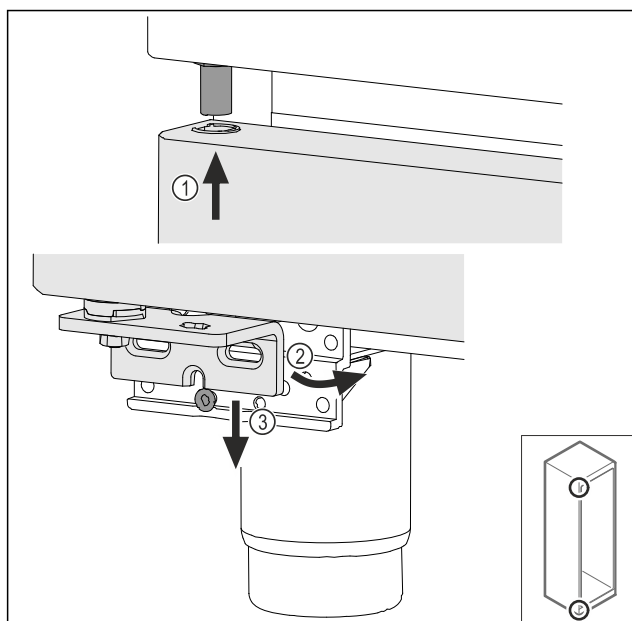

Fig. 47
- ▶ Før døren oppe inn lett vippet Fig. 47 (1), rett ut døren Fig. 47 (2) og sett den på lagerbukkskruen Fig. 47 (3) nede.